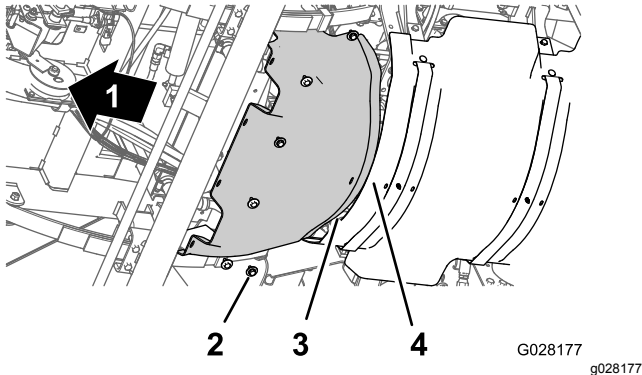

Figura 63
1. Alinee la brida trasera del protector térmico delantero sobre la brida delantera del protector térmico trasero (Figura 63).
2. Alinee los taladros del protector térmico delantero con los taladros roscados del chasis (Figura 63).
3. Monte el protector térmico delantero en la máquina con los seis pernos de cabeza hexagonal y las seis arandelas (Figura 63) que retiró en el paso 3 de Retirada del protector térmico delantero (página 53).